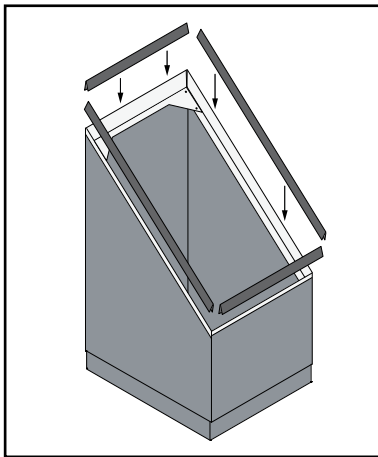

Fig. 3
- 2 Plaats hierna aan de onderkant het verstevigingsprofiel aan de lange zijden, zie Fig. 3. De lengte moet zelf op maat gemaakt worden, omdat dit afhankelijk is van de hellingshoek.
- 4 Werk de gehele rand af met het rubberprofiel, zie Fig. 3.